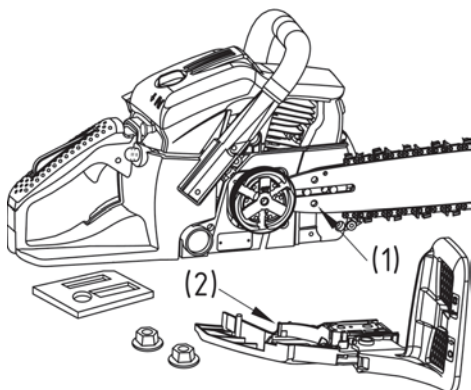

Рис. 3
3. Наденьте цепь на звездочку, потом на направляющую шину. Отрегулируйте положение гайки натягивания цепи (Рис. 3).